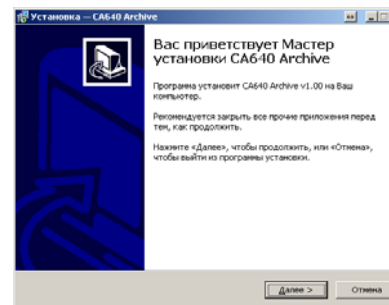

Рисунок 8.12
1) Включить ПК и начать установку программы "CA640 Archive", для чего из папки "CA640_PC", размещенной на инсталляционном диске, входящем в комплект поставки, запустить исполняемый файл setup_CA640_ARCH_xxx.exe (xxx – версия программы). На экране появится окно мастера установки CA640 PC (рисунок 8.12).